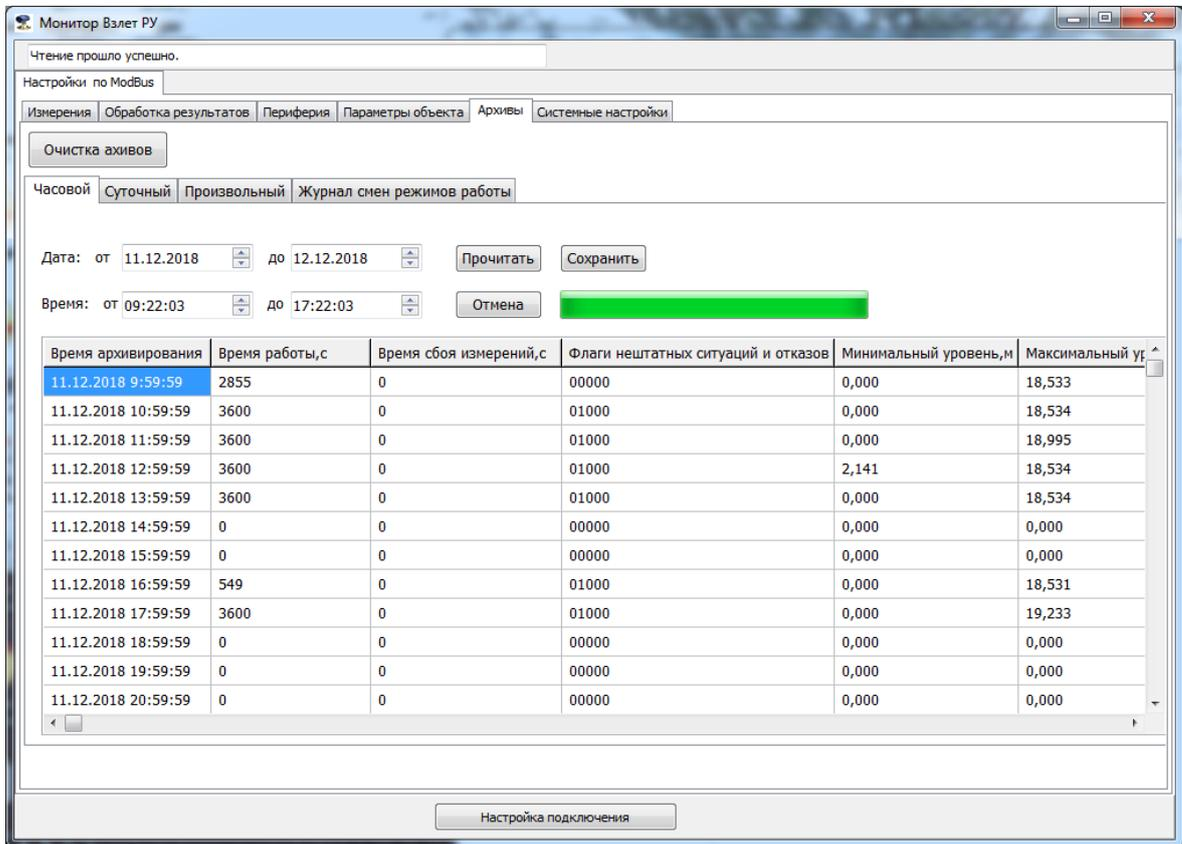

Рисунок 32 – Вкладка «Архивы»
8.2.1 Для прочтения архивов уровнемера необходимо перейти на вкладку «**Архивы**», выбрать вид архива («**Часовой**», «**Суточный**», «**Произвольный**» или «**Журнал смены режимов работы**») и нажать кнопку «**Прочитать**» (рисунок 32).